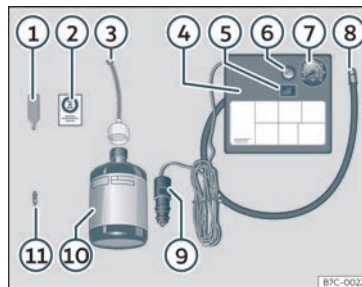

Fig. 30 Representación estándar: contido do kit anticipadas.
O kit antipicadas atópase no compartimento do maleteiro, baixo o revestimento do chan. Inclúe os seguintes compoñentes >>> **fig. 30**:
- Desaparafuse a carapucha e o obús da válvula do pneumático. Use o dispositivo >>> **fig. 30** ① para extraer o obús. Póñao sobre unha superficie limpa.
- Sacuda con forza a botella de illante de pneumáticos >>> **fig. 30** ⑩.
- Enrosque o tubo de inflamento >>> **fig. 30** ③ na botella de illante. O precinto da botella romperá automaticamente.
- Retire o tapón do tubo de carga >>> **fig. 30** ③ e enrosque o extremo aberto do tubo na válvula do pneumático.
- Volva a colocar o obús co dispositivo >>> **fig. 30** ① na válvula do pneumático.
- Enrosque o tubo de inflamento do pneumático do compresor >>> **fig. 30** ⑧ na válvula do pneumático.
- Asegúrese de que o parafuso de evacuación de aire estea pechado >>> **fig. 30** ⑥.
• Acople o conector >>> **fig. 30** ⑨ á toma de corrente de 12 voltios do vehículo >>> páx. 144.
- Conecte o compresor de aire con conmutador ON/OFF >>> **fig. 30** ⑤.
- Pegue o adhesivo >>> **fig. 30** ② no cadro de instrumentos, dentro do campo visual do condutor.
Enrosque de novo o tubo de inflamento >>> fig. 30 ⑤ e comprobe a presión no manómetro ⑥.